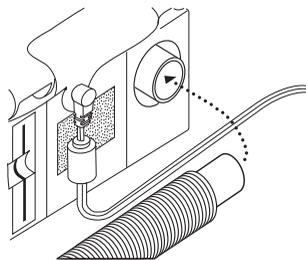

FIGURE 3–2 CONNEXION DE LA TUBULURE SOUPLE
1. Connectez la tubulure souple à la sortie d'air située à l'arrière de l'appareil (Figure 3–2).